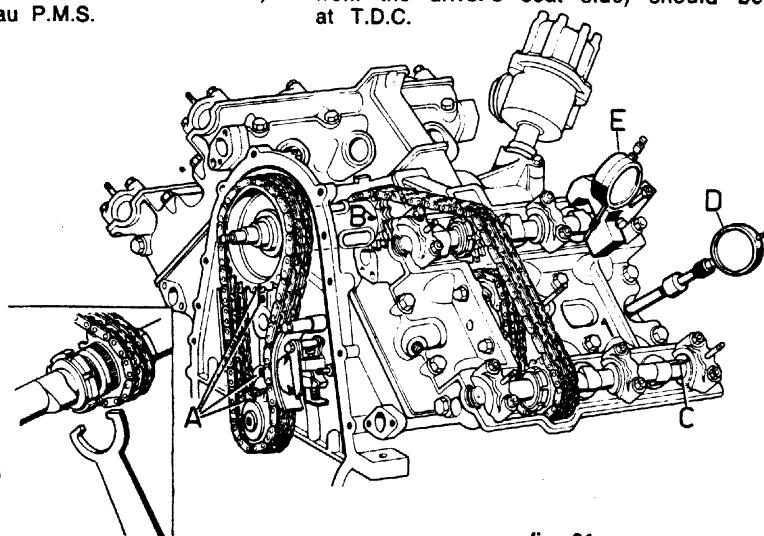

fig. 31
In caso di smontaggio del motore, per ottenere la giusta fasatura, procedere come appreso indicato. Ruotare l'albero a manovella fino a fare coincidere i denti segnati da uno (0) sull'ingranaggio distribuzione e sull'albero a manovella, con i relativi contrassegni (0) sul frontale bassamento (fig. 31/A).
En cas de démontage du moteur, pour obtenir une mise en phase correcte, opérer de la façon suivante: faire tourner l'arbre à manivelle jusqu'à ce que les dents marquées par un (0) sur l'engrenage de distribution et sur l'arbre à manivelle coincident avec les marques (0) correspondantes sur le monobloc (fig. 31/A).
Rotate the crankshaft so as to bring the teeth marked with 0 on the timing gear on the crankshaft into line with the related matching marks 0 on the front of crankcase (A, fig. 31).
In caso di smontaggio di una delle due teste assicurarsi che lo zero (0) segnato sull'albero centrale sia visibile in corrispondenza dell'uscita della catena (fig. 31/B) con il pistone numero uno al P.M.S. nel caso che lo zero (0) non fosse visibile ruotare il motore de 360°.
Trovate queste coincidenze si può procedere al montaggio degli assi a camme facendo attenzione che i segni su di essi combacino con quelli stampigliati sui supporti (fig. 31/C).
Au cas où l'on démonterait une des deux culasses, s'assurer que le zéro (0) marqué sur l'arbre central soit bien visible en correspondance de la sortie de la chaîne (fig. 31/B) avec le piston n. 1 au P.M.S.; au cas où le zéro (0) ne serait pas visible, tourner le moteur de 360°.
Une fois que les coincidences ont été trouvées, on peut passer au montage des axes à cames en faisant bien attention à ce que les marques de ceux-ci coïncident avec celles estampillées sur les supports (fig. 31/C).
When removing one of the two heads, make sure that mark 0 on the central shaft can be spot at the exit of chain (B, fig. 31) with piston No. 1 at T.D.C.; in case mark 0 cannot be spotted, rotate engine 360°.
When these coincidences are achieved, proceed to the assembly of camshafts making sure that marks stamped on them are aligned with those on the supports (C, fig. 31).
misuratore micrometrico sul foro della sua candela (fig. 31/D) (testa sinistra) e con i lobi degli assi a camme nella posizione indicata in (fig. 31/C) rivolti verso l'esterno. Si fissa un altro misuratore micrometrico in corrispondenza del bicchierino della valvola del cilindro numero uno (fig. 31/E), indi ruotare l'asse a camme fino che la valvola di aspirazione sia aperta di mm 2,2 e la valvola di scarico di mm 1,3. Analoga operazione dovrà essere fatta sulla testa opposta, tenendo presente che i lobi degli alberi a camme dovranno essere rivolti verso l'interno e che gli strumenti di misurazione dovranno essere posti sul cilindro numero sei.
Fare attenzione alla segnatura sugli assi a camme (fig. 31/C).
Pour trouver le P.M.S. du cylindre numéro un, fixer au moyen d'instruments spéciaux, un mesureur micrométrique sur le orifice de sa bougie (fig. 31/D) (culasse gauche), les lobes des axes à cames ayant la position indiquée sur la (fig. 31/C), tournés vers l'extérieur.
Fixer un autre mesureur micrométrique en correspondance de l'emboîtement de la soupape du cylindre numéro un (fig. 31/E) et faire tourner l'axe à cames jusqu'à ce que la soupape d'admission ait une ouverture de 2,2 mm et la soupape d'échappement une ouverture de 1,3 mm. La même opération devra être effectuée sur la culasse opposée, en tenant compte du fait que les lobes des arbres à cames devront être tournés vers l'intérieur et que les instruments de mesure devront être placés sur le cylindre n. 6.
Faire attention aux marques sur les axes à cames (fig. 31/C).
By means of the proper tools fix a micrometric gauge in the spark plug hole (fig. 31/D), left hand head, and with camshafts in the position indicated in (fig. 31/C). Fix an other micrometric gauge in correspondence of the valve cap of cylinder No. 1 (fig. 31/E), then turn camshaft till intake valve is mms. 2.2 open and exhaust valve mms. 1.3. Same operation should be carried out on the opposite head, keeping in mind that position of camshafts should be in opposite position in respect of (fig. 31/C) and that gauges should be fixde on cylinder No. 6. Pay attention to the marks on camshafts (fig. 31/C).